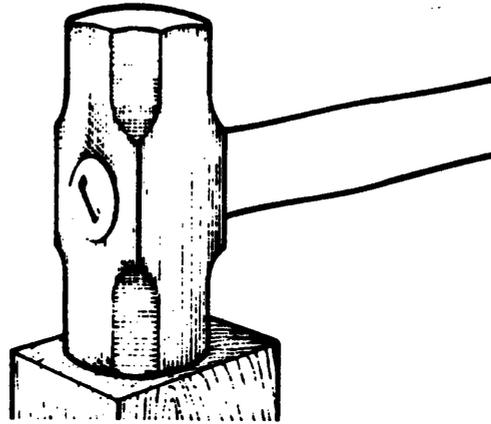

Fig. 3
*La cabeza de la mandarría debe pegar de plano sobre la estaca (fig. 3).*